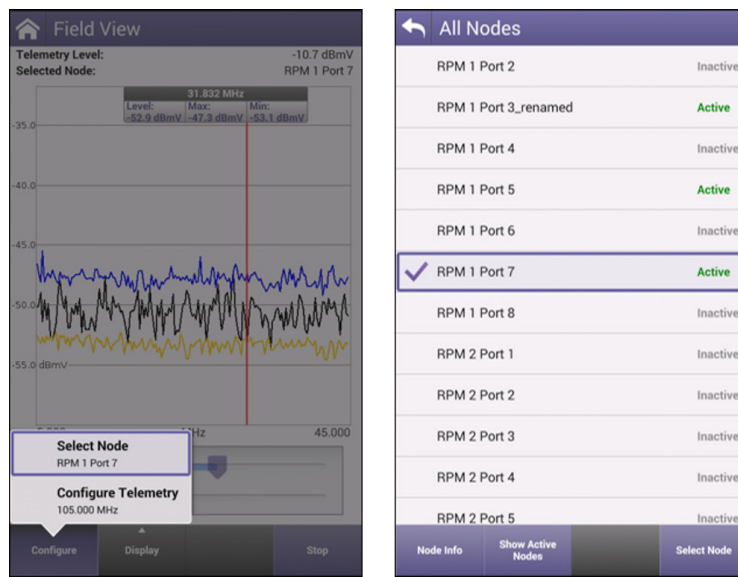

Figura 9 – Tela do ONX 630 Field View mostrando as opções de configuração
d. Selecione o botão Configure na área inferior esquerda da tela (Figura 9)
g. Selecione o botão Configure na área inferior esquerda da tela (Figura 9)